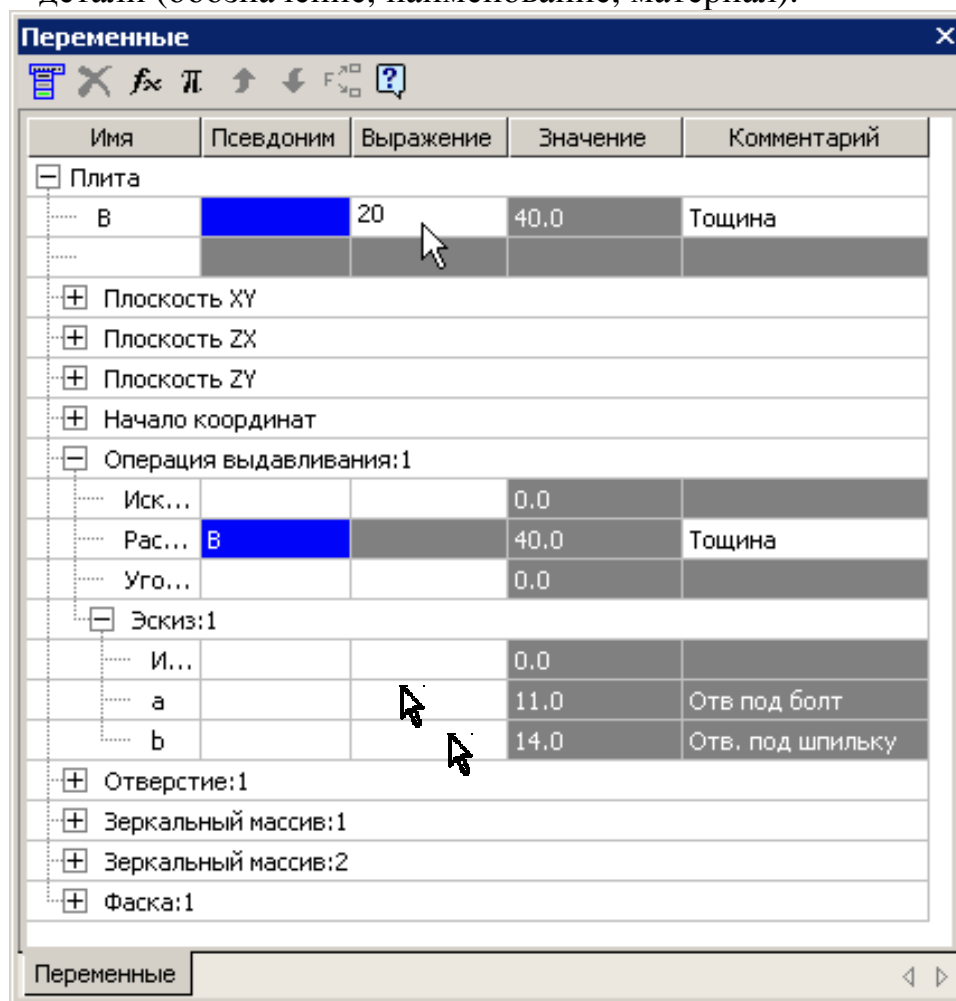

Рис. 76
- Для изменения параметров детали «Плита» введите необходимые значения в графу «Выражение» для переменных B , a и b , рис. 76. Если переменные a и b введены в эскизе, то переменная B определяет параметр операции. Закройте окно **Переменные**. Проверьте параметры отверстий под винт с учетом материала пластины и диаметра винта. Если необходимо их изменить, отредактируйте операцию **Отверстие 1**. Отредактируйте свойства детали (обозначение, наименование, материал).